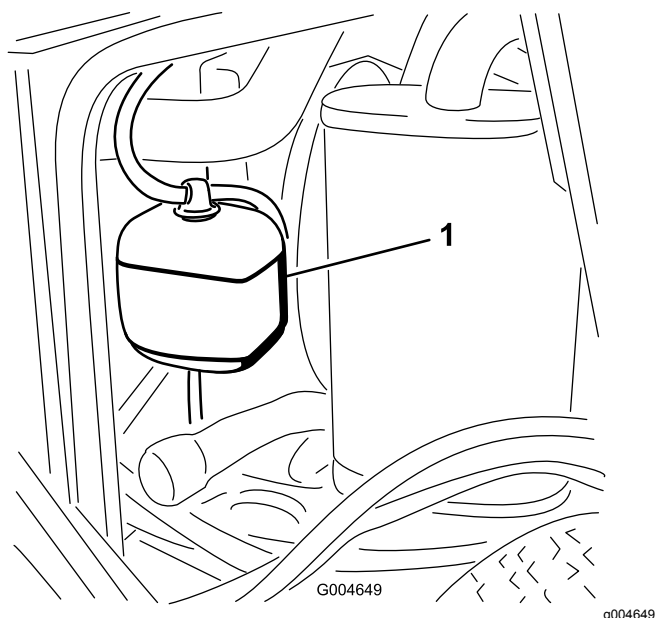

Figura 43
1. Verifique o nível de líquido de arrefecimento do depósito secundário (Figura 43).